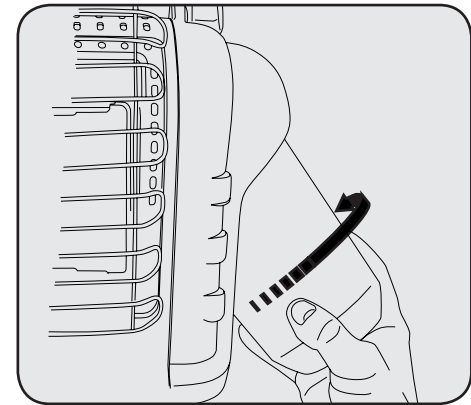

Figure 2
2. Ouvrez la porte de droite, faites pivoter le régulateur outward pour l'installation de réservoir facile. Vis 500 g le cylindre de réserves disponible du gaz de microsillon dans le sens des aiguilles d'une montre (du fond) dans le chauffage portatif jusqu'à serré-de-mains. Voir Figure 2. NE PAS utiliser du produit d'étanchéité pour filetages sur cette liaison.